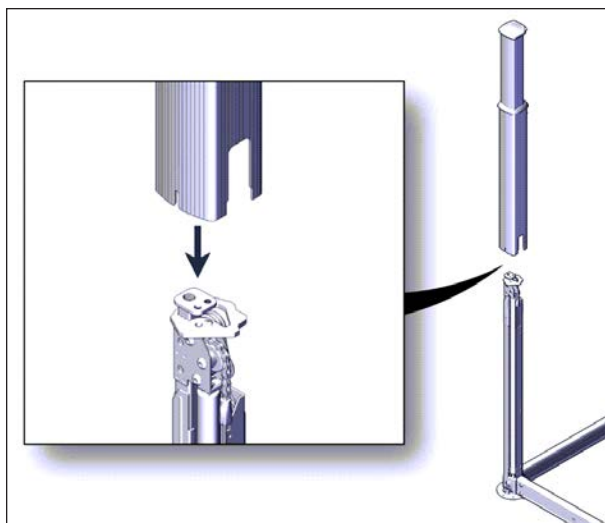

FIGURE 26: INSTALLATION DES MANCHONS
20. Glisser les manchons sur les quatre vérins, voir Figure 26.